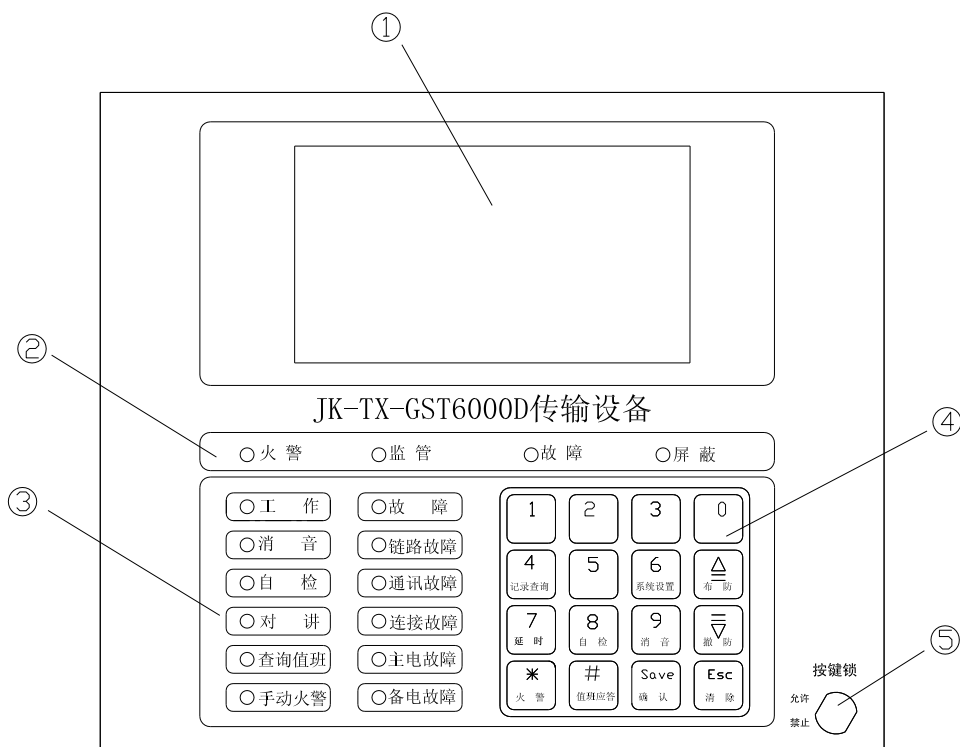

图 2-2
主面板分：①液晶显示屏；②、③指示灯区；④键盘；⑤按键锁五部分（如图 2-2）。